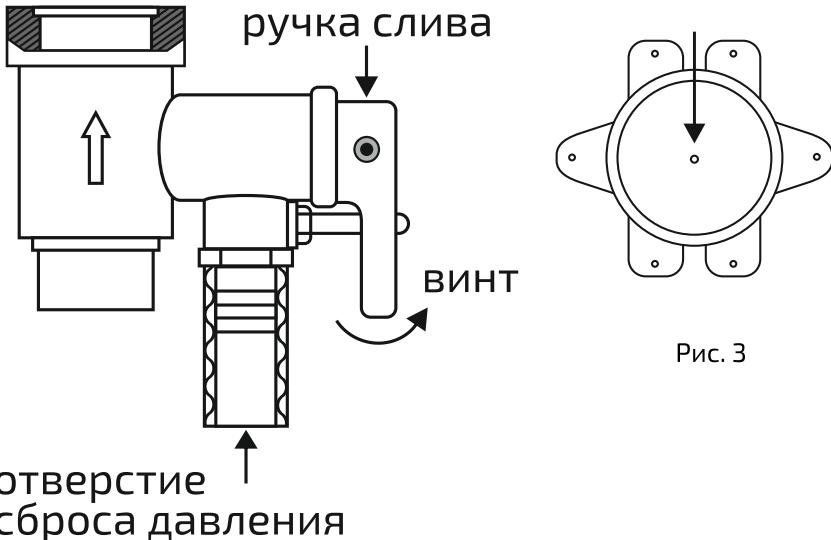

Рис. 3
5. Водонагреватель оснащен термовыключателем, который прекратит подачу электроэнергии к ТЭНу, при перегреве воды. Если водонагреватель включен в сеть, но не происходит нагрев воды и не горит индикатор подключения к электросети, значит отключился или не был включен термовыключатель. Для возврата водонагревателя в рабочее состояние необходимо: – отключить питание от электронагревателя, снять нижнюю крышку, нажать кнопку на термовыключателе. Затем закрыть нижнюю крышку и включить в сеть. (Рис.3)